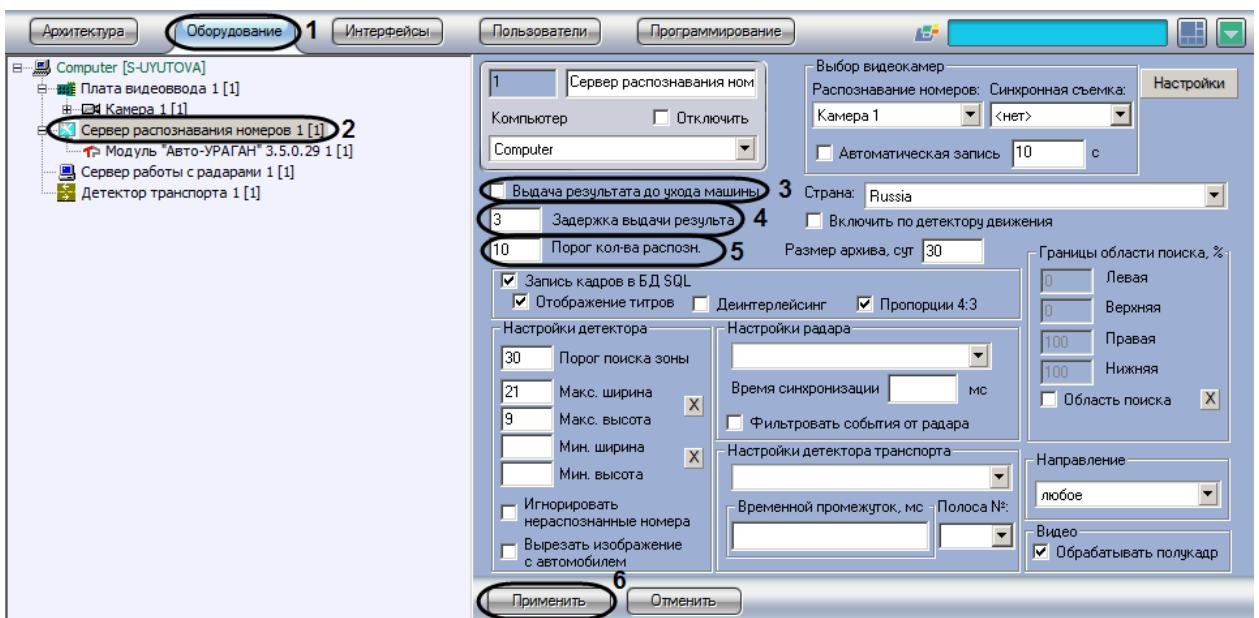

Рис. 7.2—17. Выбор параметров обработки номерного знака
1. В диалоговом окне «Настройка системы» перейти на вкладку «Оборудование» (Рис. 7.2—17, 1).
2. В дереве объектов на вкладке «Оборудование» выбрать объект «Сервер распознавания номеров», соответствующий активированному программному модулю «Авто-УРАГАН 3.5.0.29» или «VIT»(см. раздел «Активация программного модуля, используемого для распознавания номеров», Рис. 7.2—17, 2). В правой части вкладки «Оборудование» отобразится панель настройки выбранного объекта.
3. Установить флажок «Выдача результата до ухода машины» (см. Рис. 7.2—17, 3). В том случае, если флажок «Выдача результата до ухода машины» установлен, результат выдается до реального ухода машины из кадра (номера данной машины из границ поиска номерного знака). В противном случае, окончательный результат выдается только после реального ухода машины из кадра.
4. Задать параметр «Задержка выдачи результата» (секунды) (см. Рис. 7.2—17, 4). В том случае, если данный параметр задан, результат распознавания будет выдаваться сразу после того, как пройдет промежуток времени, заданный данным параметром. Данный промежуток времени начинает отсчитываться после первого распознавания номерного знака.
Примечание. Данный параметр используется только при установленном флагажке «Выдача результата до ухода машины» (см. Рис. 7.2—17, 3).
5. Задать параметр «Порог кол-ва распозн.» (см. Рис. 7.2—17, 5). В том случае, если данный параметр задан, результат распознавания будет выдаваться сразу после того, как количество надежных распознаваний номерного знака превысит значение данного параметра. Счетчик количества распознаваний является накопительным и не сбрасывается в случае временных потерь данной зоны или неправильных распознаваний.